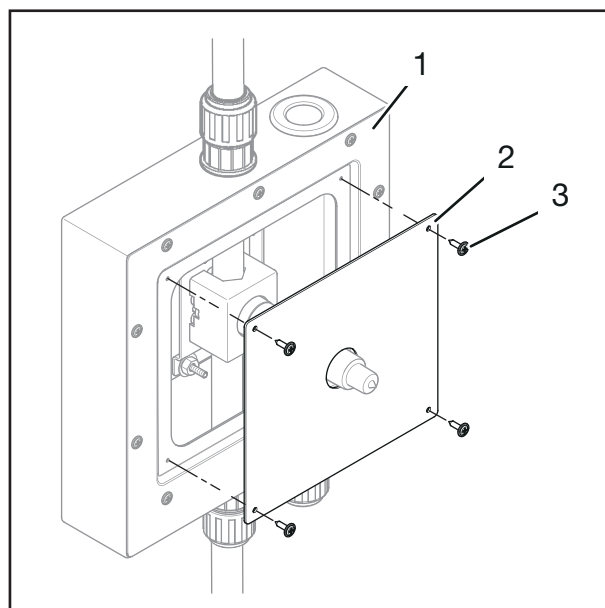

Fig. 10: Montering av servicelucka
1. Positionera serviceluckan (fig. 10/2) på ramen (fig. 10/1).
2. Skruva fast serviceluckan (fig. 10/2) på ramen (fig. 10/1) med tio TX 20-skruvar (fig. 10/3).